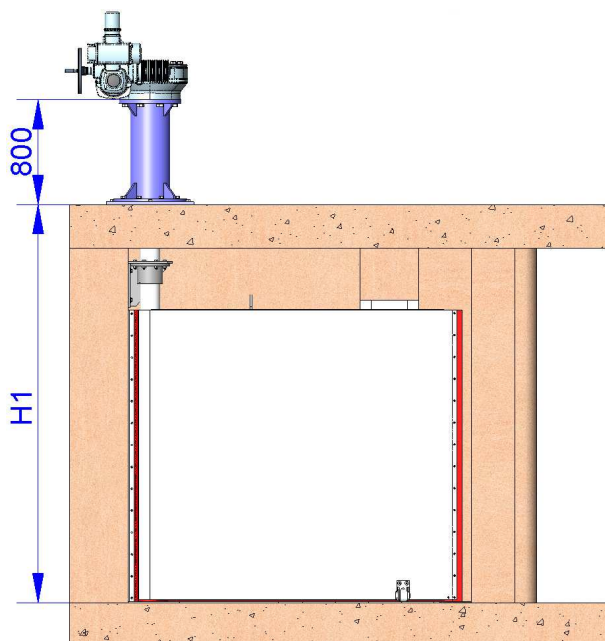

fig. 7
- A coluna de manobra comum é de 800 mm de altura (fig. 7).